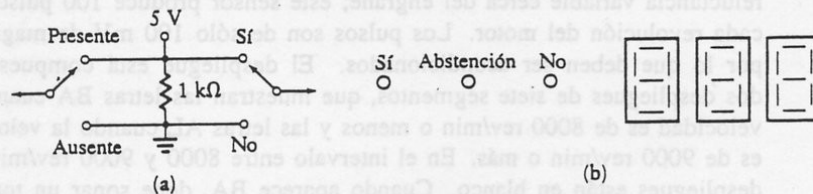

Figura P17.14
- 17.14 Diseñese un sistema de votación electrónico para utilizarse en el Parlamento, el cual consta de 256 miembros. Cada miembro tiene dos conmutadores, como se muestra en la figura P17.14(a). El primero se utiliza para indicar que el miembro está presente en la sesión. Cada miembro de la audiencia enciende este conmutador, enviando 5 V al podio. Cuando el miembro está ausente, la señal en el podio es 0 V. Un voto SI, que se graba con el segundo conmutador, envía 5 V al podio, mientras que un voto NO envía 0 V.
La salida está compuesta de tres LED simples, que indican el resultado de la votación: ya sea SI, ABSTENCION o NO. Además, hay tres despliegues de siete segmentos que indican el número de miembros que votaron. Este despliegue se muestra en la figura P17.14(b).